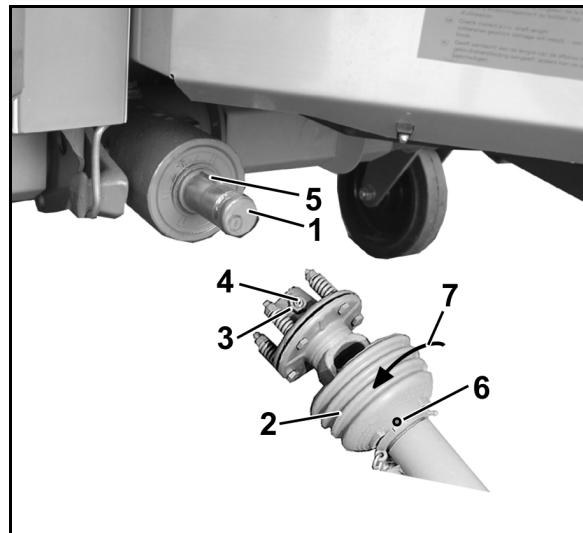

Рис. 25
2. Очистите первичный вал редуктора (Рис. 25/1).
4. Выверните фиксирующий винт (Рис. 25/6).
5. Поверните защитный растрub (Рис. 25/2) в положение для монтажа (Рис. 25/7).
7. Ослабьте контргайку (Рис. 25/3) на соединительной вилке фрикционной муфты (настолько, чтобы установочный винт больше не выступал над контргайкой), выверните установочный винт с внутренним шестигранником (Рис. 25/4) и проверьте, легко ли надевается соединительная вилка на приводной вал.
Обращайте внимание на полное перекрытие призматических шпонок (Рис. 25/5)!
9. Зафиксируйте карданный вал от осевого смещения. Для этого прочно затяните торцовым шестигранным ключом установочный винт и законтрите гайкой (Рис. 25/3).
2. Ослабьте контргайку (Рис. 25/3) на соединительной вилке фрикционной муфты. Вывинтите установочный винт (Рис. 25/4).